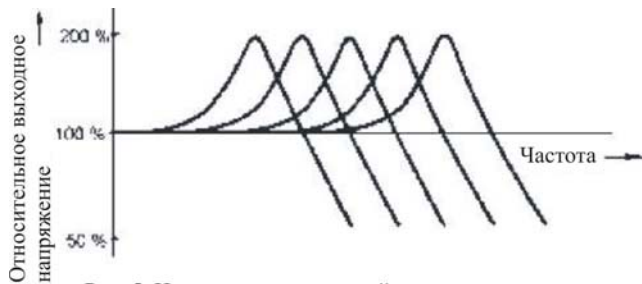

Рис. 5. Изменение резонансной частоты в зависимости от внешней нагрузки
3. Изменить внешнюю нагрузку. Этот метод дешев и может быть очень эффективен. Благодаря небольшому количеству электронных компонентов, звук может варьироваться в широких пределах. Стандартные регуляторы тембра снижают резонансную частоту из за соединения конденсатора параллельно с датчиком (обычно используя для управления переменный резистор). Таким образом, одним из способов изменить звук является замена стандартного регулятора тембра переключателем, который будет подключать к датчику конденсаторы различной емкости (в диапазоне от 470 пФ до 10 нФ). Это даст намного больше звуков чем стандартный регулятор тембра (Рис. 5). Также, добавив внутренний буферный усилитель можно изолировать датчик от влияния емкости кабеля, получая в итоге более яркий, с более высокой частотой резонанса и более высоким пиком, звук.